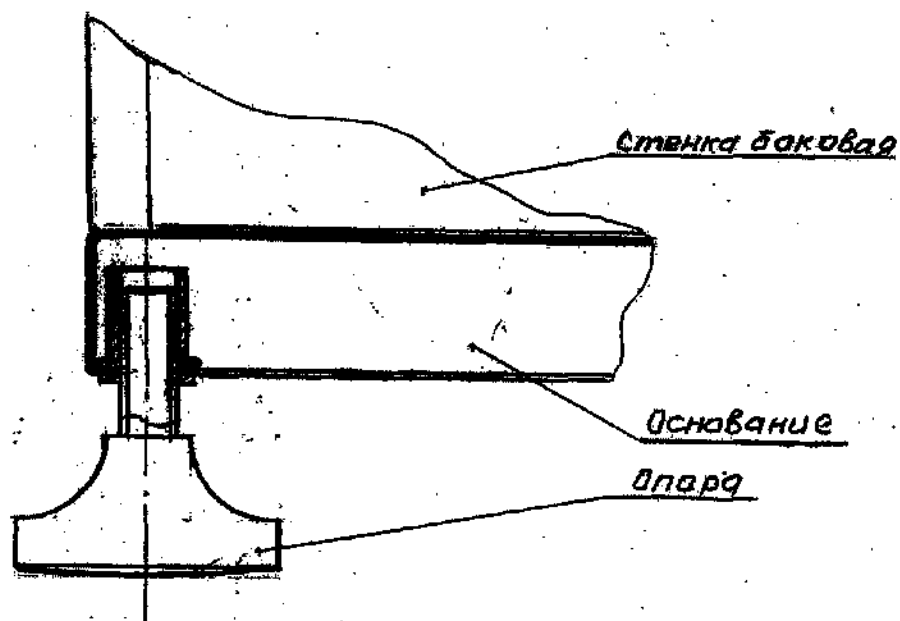

Рис.5
9. Заверните в Основание 10 Опоры 6 (см. рис. 5).